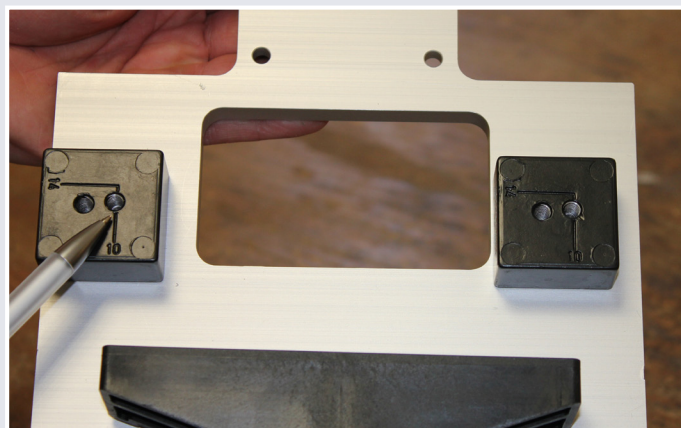

Afb. 1 Meten achterhout
1. Bepaal het achterhout in millimeters, bijvoorbeeld 10 mm (afb. 1).